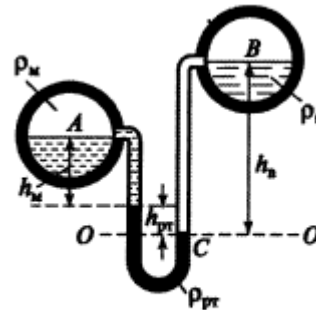

Рис. 2.1
- 2) Два горизонтальных цилиндрических трубопровода А и В содержат соответственно минеральное масло плотностью 900 кг/м^3 и воду плотностью 1000 кг/м^3 . Высоты жидкостей, представленные на рис. 2.1, имеют следующие значения: $h_m=0,2$ м; $h_{pm}=0,4$ м; $h_e=0,9$ м. Зная, что гидростатическое давление на оси в трубопроводе А равно $0,6 \cdot 10^5$ Па, определить давление на оси трубопровода В.